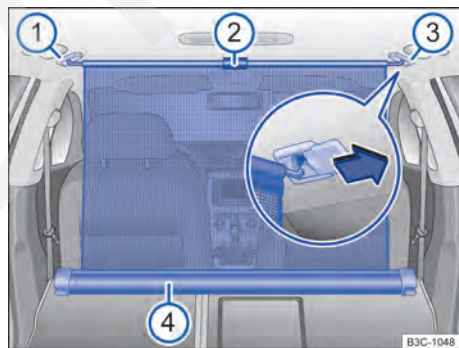

Fig. 124 No compartimento de bagagens: rede divisória encaixada com encostos do banco traseiro dobrados para frente.
- Abrir as coberturas *diantes* nos revestimentos da viga do teto ⇒ Fig. 124 (lupa) à direita e à esquerda no sentido da seta. As bases para a rede divisória são acessíveis.
- Retirar a rede divisória ② da carcaça pela tira ④.
- Prender a rede divisória no lado direito ③ (lupa).
- Prender a rede divisória no lado esquerdo comprimindo a barra transversal no alojamento ①.